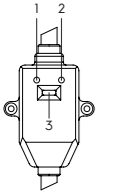

Рис. 5
| Индикация на дисплее отсутствует  | Сработала защита УЗО.  | Протестируйте УЗО, нажав кнопку «test». В случае, если УЗО прошло тестирование, нажмите на кнопку (3) перезапуска. В случае, если тестирование не проходит, свяжитесь со специалистами по техническому обслуживанию для осуществления ремонта (см. рис. 5). |